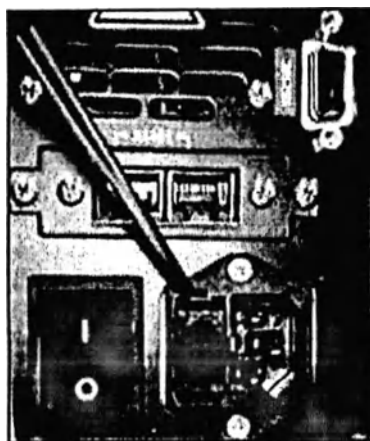

Рисунок 22. Отделение для предохранителей
2. Откройте отделение для предохранителя при помощи отвертки (рисунок 22).